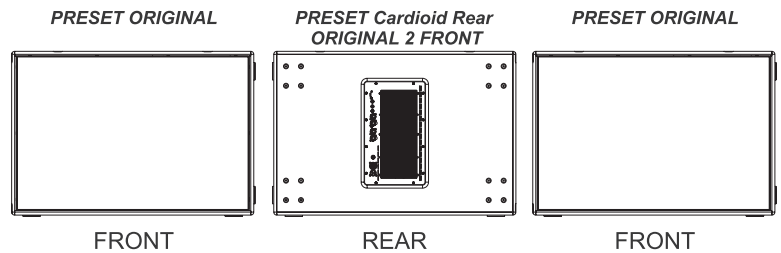

Fig.2
ORIGINAL 2 FRONT: preset da utilizzare in sistemi con tre subwoofers; nei due diffusori rivolti verso l'audience impostare il preset ORIGINAL (1); (fig.2)
ORIGINAL 2 FRONT: pré-réglage à utiliser dans les systèmes disposant de trois subwoofers; dans les deux diffuseurs tournés vers l'audience, configurer le pré-réglage ORIGINAL (1). (fig.2)
ORIGINAL 2 FRONT: Voreinstellung zu verwenden in Systemen mit drei Subwoofers; in den zwei Lautsprechern zum Publikum gerichtet die Voreinstellung ORIGINAL (1) einstellen; (Abb.2)